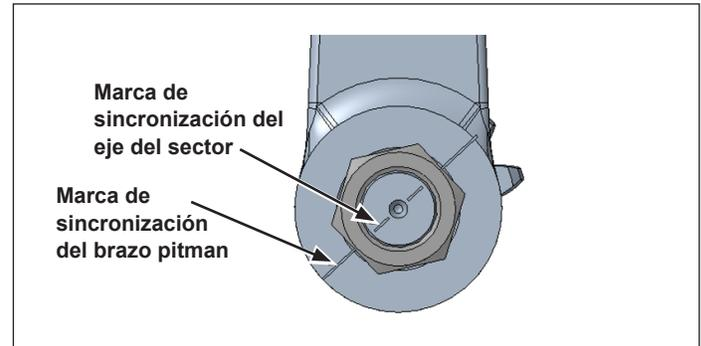

Figura 10: instalación del brazo pitman
3. Instale el brazo pitman al eje del sector del engranaje de dirección. Asegúrese de que la marca de sincronización del eje del sector del engranaje de dirección y el brazo pitman se alinean (*consulte la figura 10*).